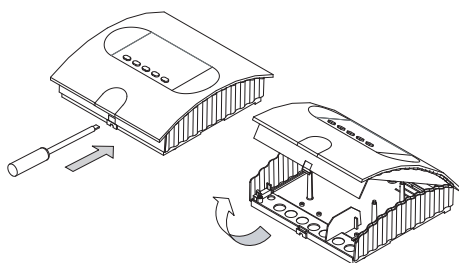

Рис. 1
1. Снимите кожух с прибора управления. Для этого с помощью отвертки подайте во внутрь крепежный шип и путем покачивания подайте вверх верхнюю часть кожуха (Рис. 1).